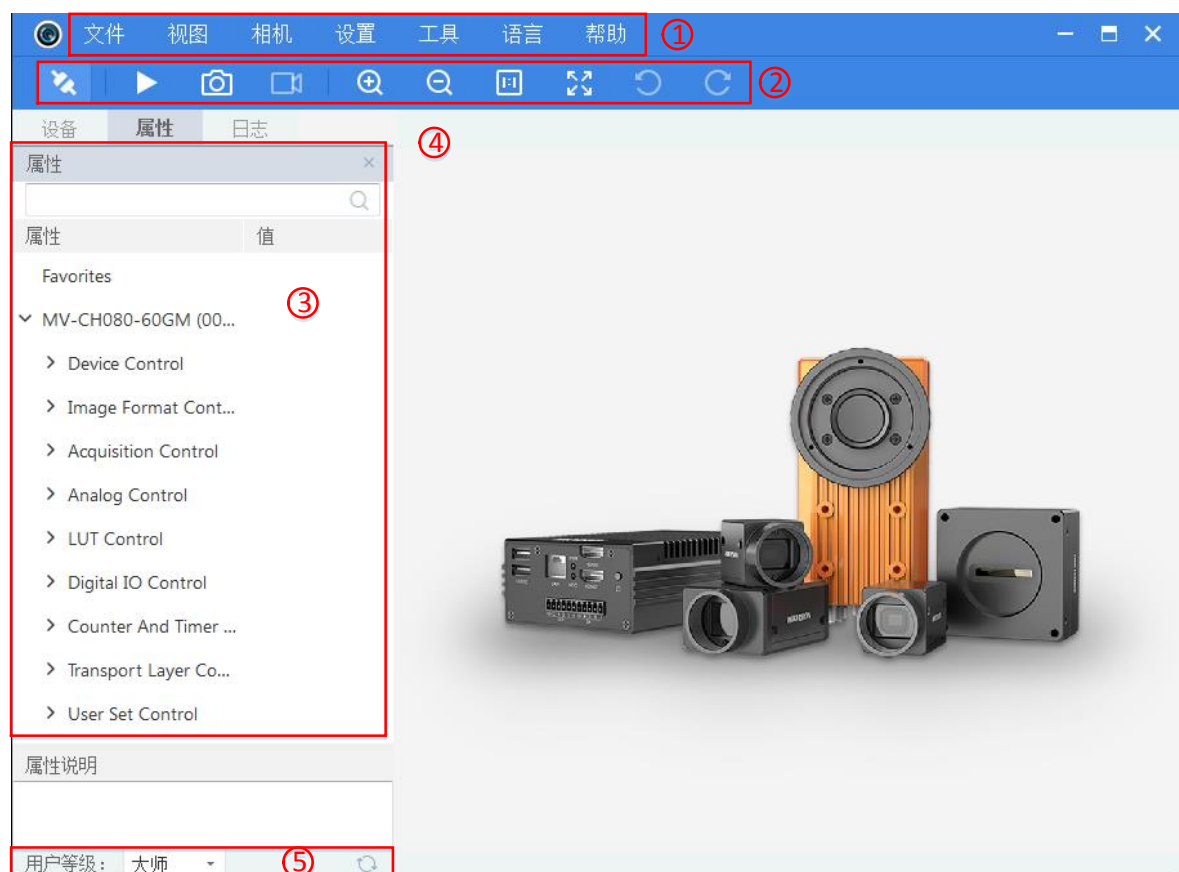

图3-4 客户端主界面
1. 双击桌面的 MVS 快捷方式，打开客户端软件，其中①②③④区域分别代表菜单栏区、控制工具条区、设备列表和属性区、预览区会显示当前设备列表中选中设备的图像，双击打开设备，设备属性如图 3-4 中③所示。
属性窗口下的用户级别，如图 3-4 中的⑤所示，有初级、专家和大师三种，对应的属性窗口中的参数会有部分差异。
3. 在设备属性区点击设备名称前的+可以展开设备的属性树，如图 3-4 中③所示。简要介绍如下：